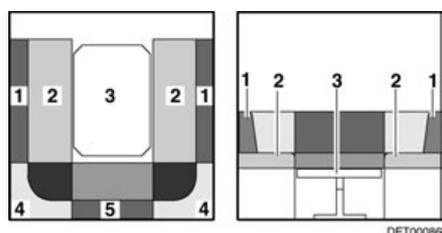

Fig. 80 Pendant la transformation
- Tirer les coussins d'assise (Fig. 80,2) vers le centre.
- Placer les coussins de dossier (Fig. 80,1) entre les coussins d'assise et la paroi extérieure.
- Retirer les coussins de dossier (Fig. 80,4 et 5) et les placer de côté.